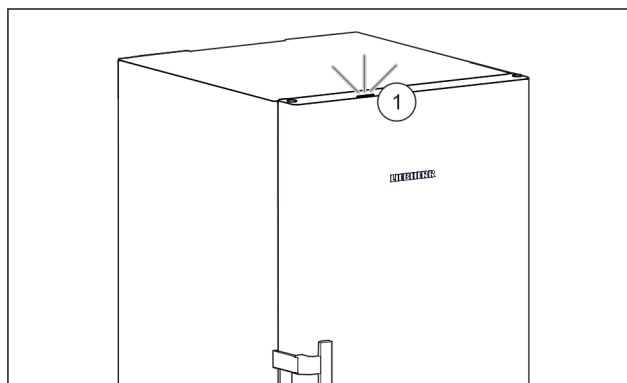

Fig. 36 Actief statuslicht bij gesloten deur
- ▷ Statuslicht Fig. 36 (1) is geactiveerd.